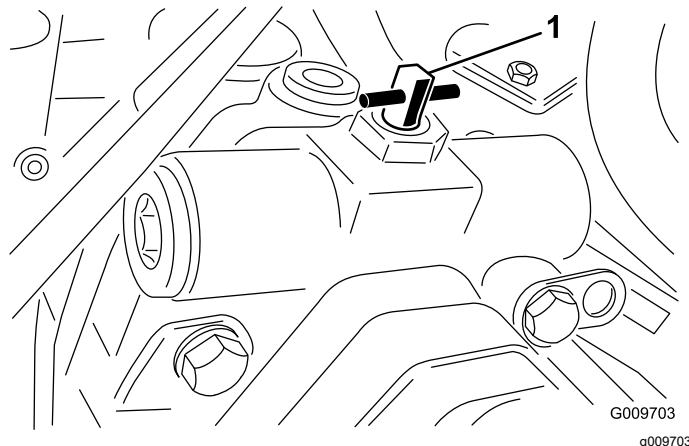

Figure 43
3. Tournez la vanne de dérivation à 90° (un quart de tour) dans un sens ou dans l'autre pour l'ouvrir et faire dériver le liquide à l'intérieur (Figure 43).
2. Tournez la vanne de dérivation à 90° (un quart de tour) dans un sens ou dans l'autre pour l'ouvrir et faire dériver le liquide à l'intérieur (Figure 43).